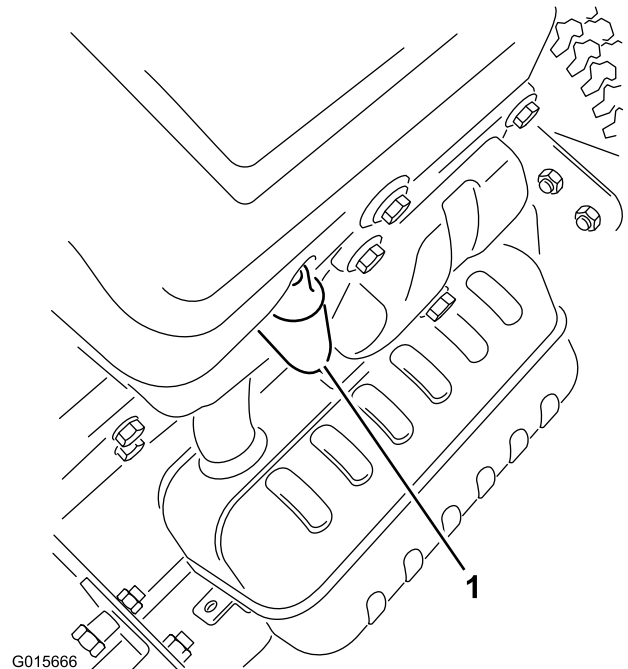

Figura 24
4. Scollegate il cappellotto dalla candela (Figura 24).